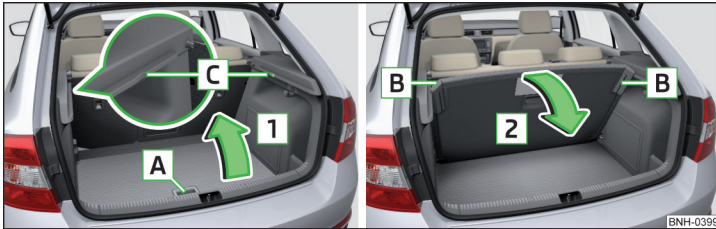

Abb. 103 Variablen Ladeboden hochklappen / herunterklappen
- Den variablen Ladeboden am Griff **A** » Abb. 103 fassen.
- Den variablen Ladeboden in der Mitte oder am Griff **A** » Abb. 103 fassen.